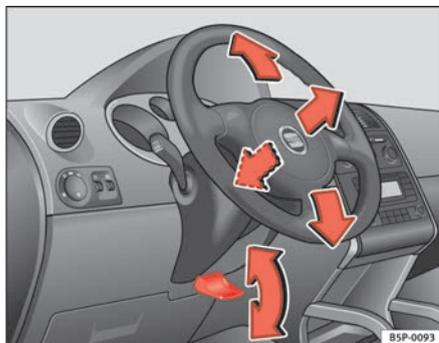

Fig. 132 Regulação da posição do volante
- Virar para baixo a alavanca ⇒ fig. 132 por baixo da coluna da direcção ⇒ ⚠.